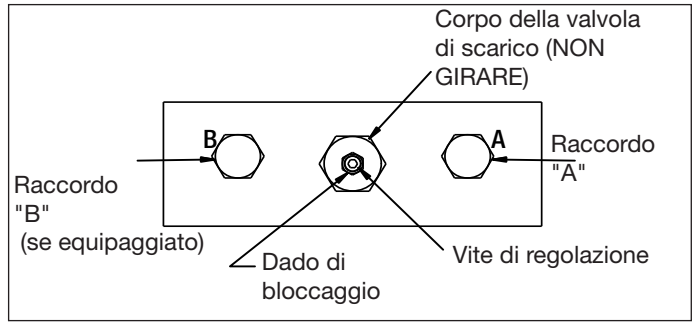

Figura 10
1. Installare un manometro da 0-1,035 bar nel raccordo "A" (vedere la Figura 10).